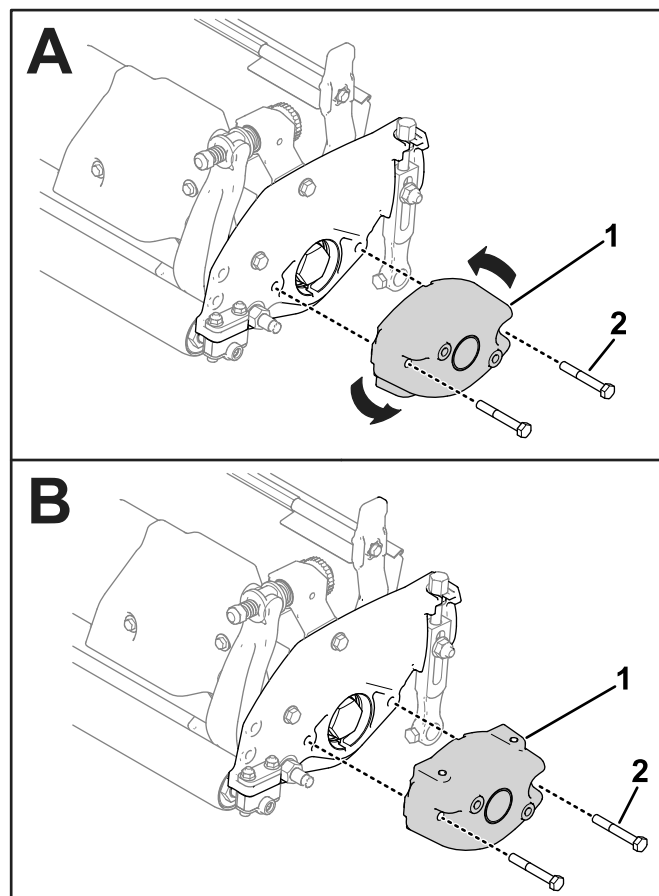

Figura 53
1. Remova o contrapeso existente da unidade de corte e instale o contrapeso de forma a que os orifícios roscados estão virados para cima (Figura 53).